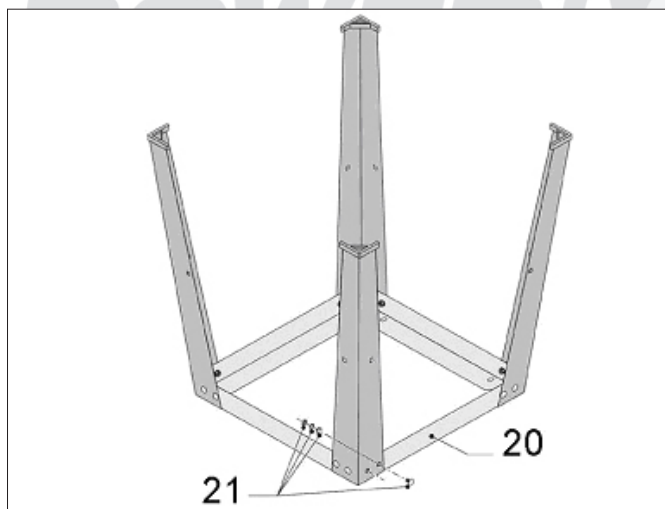

Fig. 2
Koppla ihop benparen med hjälp av de långa tvärstagen (20) och skruva fast dem med skruvar, fjäderbrickor och muttrar (21) enligt vad som visas i Fig. 2. Benen och ramen sitter nu ihop.